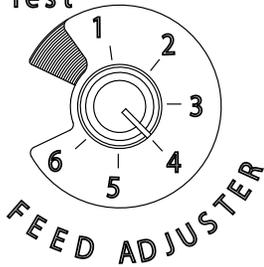

Fig. 26
4. Réglez le débit d'alimentation. Si c'est le premier feu que vous allumez ou si vous êtes en train d'essayer plusieurs sortes de granulés, mettez le bouton de réglage de l'alimentation sur 4 (Fig. 26). Il s'agit d'une valeur sûre, que vous devrez probablement augmenter. Lorsque vous avez trouvé un réglage qui va bien, utilisez-le. N'oubliez pas que si le débit d'alimentation est trop élevé, vous risquez de gaspiller du combustible.